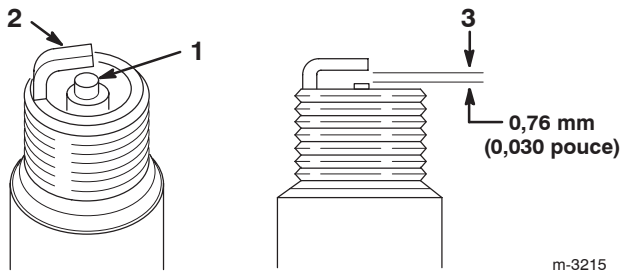

Figure 25
1. Inspectez le centre de la bougie (Fig. 25). Si le bec de l'isolateur est recouvert d'un léger dépôt gris ou brun, le moteur fonctionne correctement. S'il est couvert d'un dépôt noir, c'est généralement signe que le filtre à air est encrassé.
2. Contrôlez l'écartement entre l'électrode centrale et l'électrode latérale (Fig. 25). Courbez l'électrode latérale (Fig. 25) si l'écartement est incorrect.